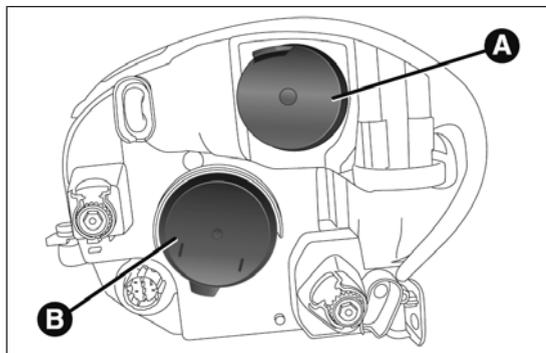

fig. 166
La disposition des ampoules est la suivante fig. 166 :
- retirer le couvercle A fig. 166 ;
- pour finir, remonter le couvercle A fig. 166.
- retirer le couvercle B fig. 166 ;
- pour finir, remonter le couvercle B fig. 166.